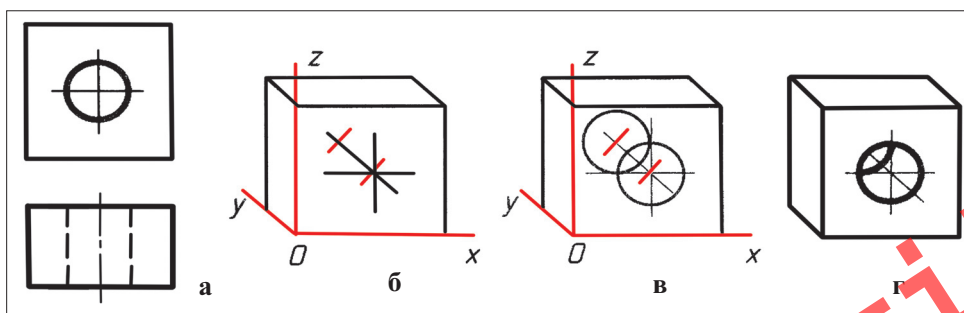

Рис. 2. Построение фронтально диметрической проекции
Если на аксонометрическом изображении некоторые элементы, например, окружности (рис. 2), хотят сохранить неискаженными, то применяют фронтально диметрическую проекцию. Построение фронтально диметрической проекции детали с цилиндрическим отверстием, два вида которой даны на рисунке 2 а, выполняют так:
1. Пользуясь осями x , y , z , строят тонкими линиями очертания внешней формы детали (рис. 2, б).
3. Из полученных точек, как из центров, проводят окружности, диаметр которых равен диаметру отверстия (рис. 2, в).
4. Удаляют лишние линии и обводят видимый контур детали (рис. 2, г).